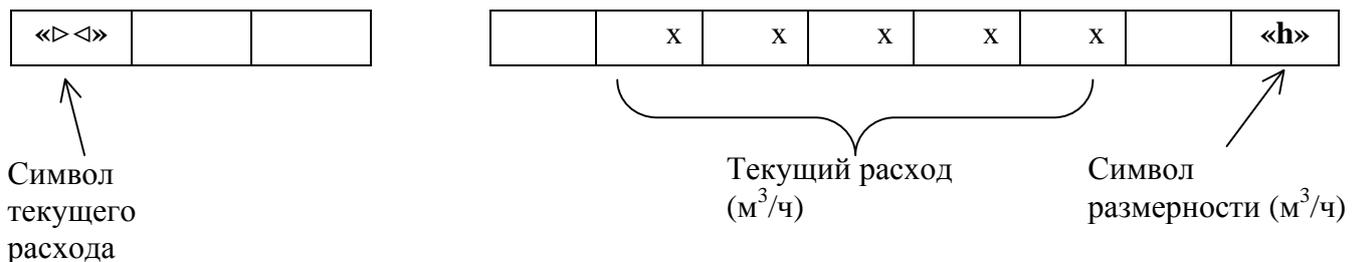

Рис. 8. Отображение текущего расхода ($\text{м}^3/\text{ч}$).
1.5.1.4. В БИТТ-01 предусмотрен вывод текущего расхода жидкости в кубометрах в час ($\text{м}^3/\text{ч}$) либо в кубометрах в секунду ($\text{м}^3/\text{с}$) – размерность можно изменить в специальном пункте конфигурационного меню. При выборе пункта «Текущий расход» на индикатор БИТТ-01 выводятся данные, как показано на рис. 8 и 9. Данные обновляются каждые 20 секунд.